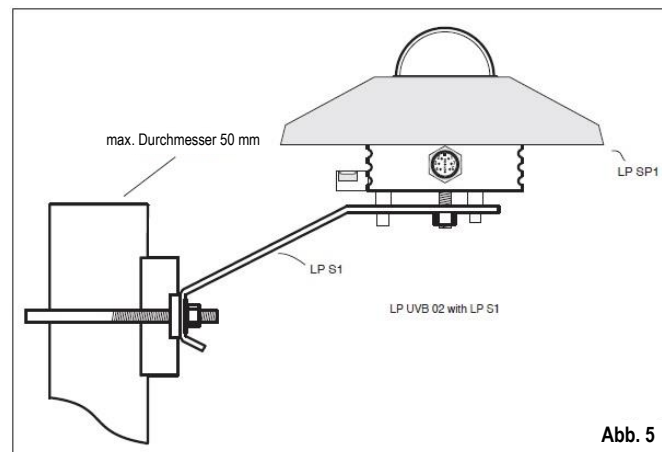

Abb. 5
- Das LP S1 Montagekit (Abb. 5), das auf Anfrage als Zubehör erhältlich ist, ermöglicht die einfache Montage des Radiometers auf einem Mast. Der maximale Durchmesser des Masts sollte 50 mm nicht übersteigen. Es ist darauf zu achten, dass der Mast nicht den Boden des Radiometers überragt, um Messfehler, verursacht durch Reflexionen und Schatten, zu vermeiden. Um das Radiometer an die Halterung zu montieren, nehmen Sie den Schutzschirm ab, indem Sie die drei Schrauben lösen und bringen Sie ihn nach der Montage wieder an.